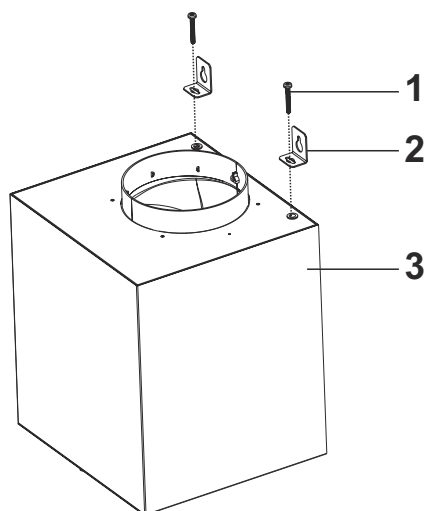

Fig. 26
7. ➤ Om motorkabinettet ska hängas upp, använd de 2 x M5x35mm skruvarna och 2 x upphångningsbeslagen och montera dem på motorkabinettet (Fig. 26).